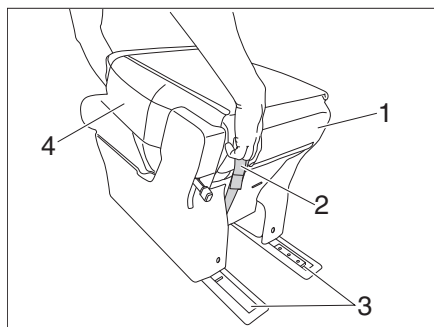

Figura 28 Montar el asiento
- Levante el asiento (Figura 28,1) por el lazo rojo (Figura 28,2) y colóquelo en los rieles (Figura 28,3).
- Compruebe si el asiento (Figura 28,1) está correctamente engatillado.
- ▷ El respaldo (Figura 28,4) del asiento sólo está disponible cuando el asiento está correctamente engatillado en los rieles.
- Tire del lazo rojo (Figura 28,2), y levante luego el asiento del respaldo (Figura 28,4).
- Tome el banco de asiento por el cojín y el respaldo (Figura 28,4) y sáquelo del vehículo.